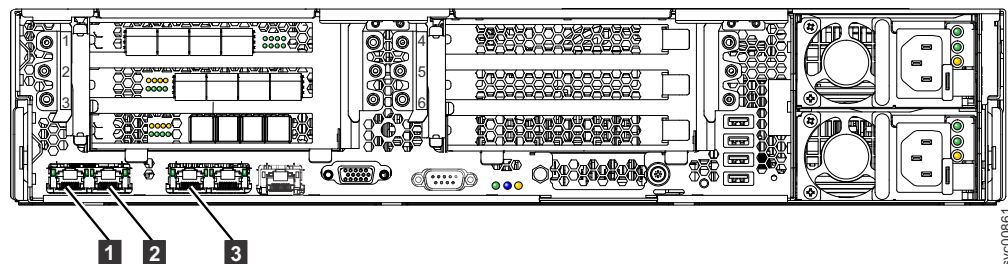

Figura 43. Portas Ethernet na parte traseira do SAN Volume Controller 2145-DH8
- Conecte o cabo Ethernet desse nó à porta Ethernet 2 de um nó diferente, conforme mostrado em Figura 43.